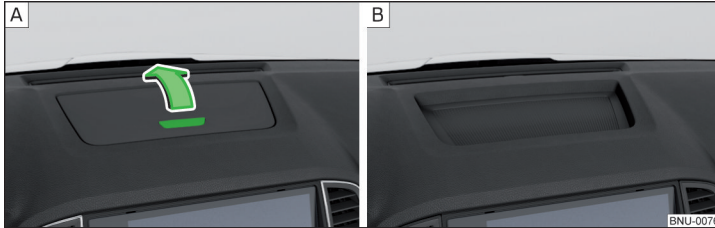

Abb. 108 Ablagefach öffnen / Nicht abschließbares Ablagefach
- Zum **Öffnen** die Taste drücken » Abb. 108 - **A**, der Deckel klappt in Pfeilrichtung.
Bei einigen Fahrzeugen verfügt das Ablagefach über keinen Deckel » Abb. 108 - **B** oder ist anstelle des Ablagefachs ein Lautsprechergitter verbaut.